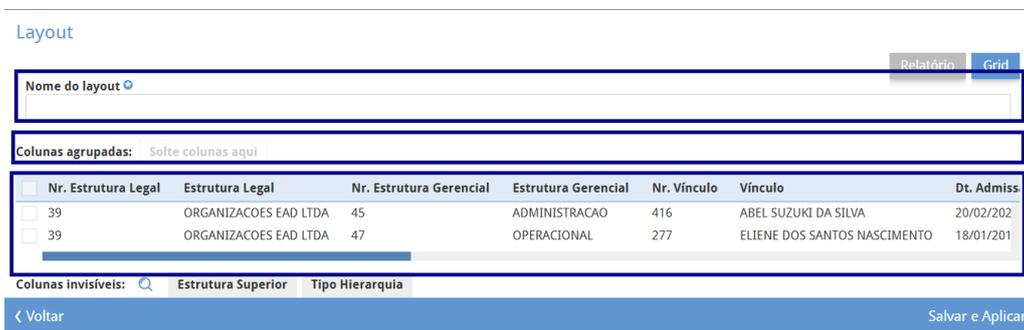

Figura 147: Personalização de Layout
9. Configure o layout de acordo com a personalização (Figura 147) desejada: